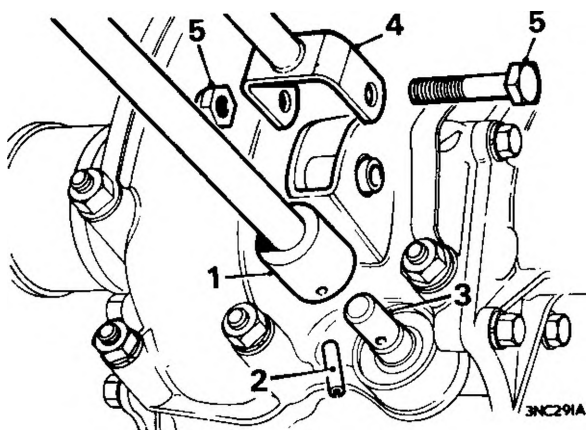

Fig. F.30
3. Estrarre la spina di collegamento dell'asta interna lunga e dell'albero selezione marce. Ved. Fig. F.30
- riduzione finale. Ved. la Fig. F.30